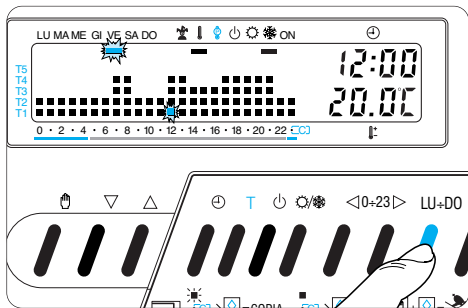

Fig. 43
11.6 - Tramite il pulsante LU ÷ DO portare l'indicatore in corrispondenza del giorno prescelto (fig. 43).